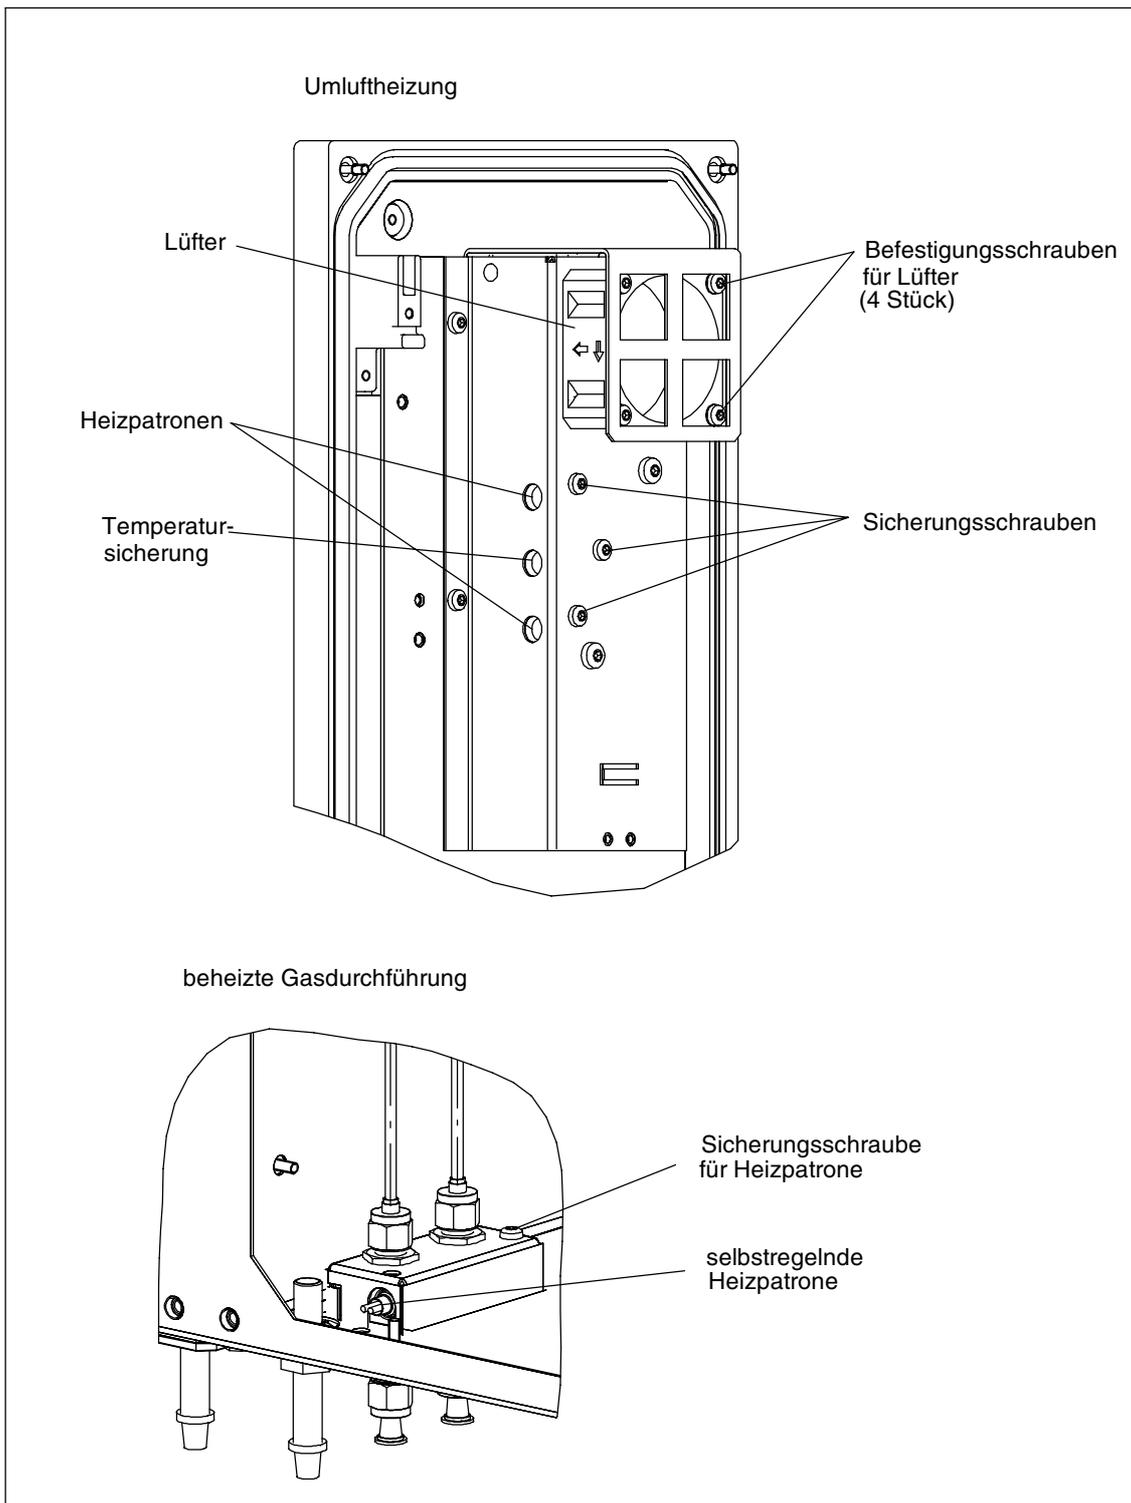

Bild 6-1 Umluftheizung und beheizte Gasdurchführung des **BA 6000-IR** Feldgeräts
Der Lüfter wird folgendermaßen ausgetauscht (siehe Bild 6-1):
- Lösen der Sicherungsschraube der Heizpatrone (s. Bild 6-1)